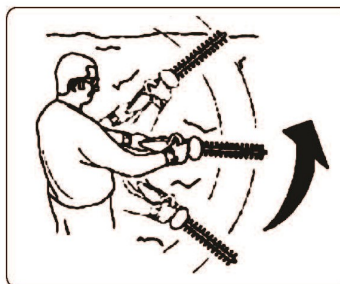

FIG. 15
**TAILLE LATÉRALE DES HAIES** —Commencez par le bas et balayez vers le haut. (Fig. 15)